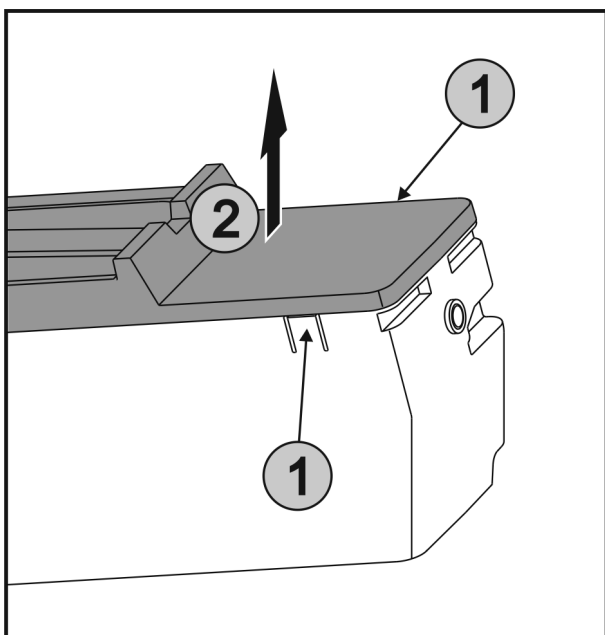

Fig. 57
- ▶ Pritisnite istodobno spojnice Fig. 57 (1) na obje strane EasyTwist-Ice-a i skinite poklopac Fig. 57 (2) prema gore.